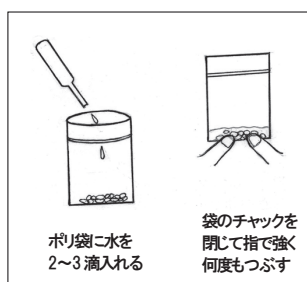

図2
- (3) チャック付きポリ袋に乾燥ウミホタルを少量入れルーペで観察します。次にスポイトで袋に水を 2～3 滴いれ、チャックを閉じて下へおいてから、袋を強く押さえてウミホタルをつぶしてみましょう（図 2）。